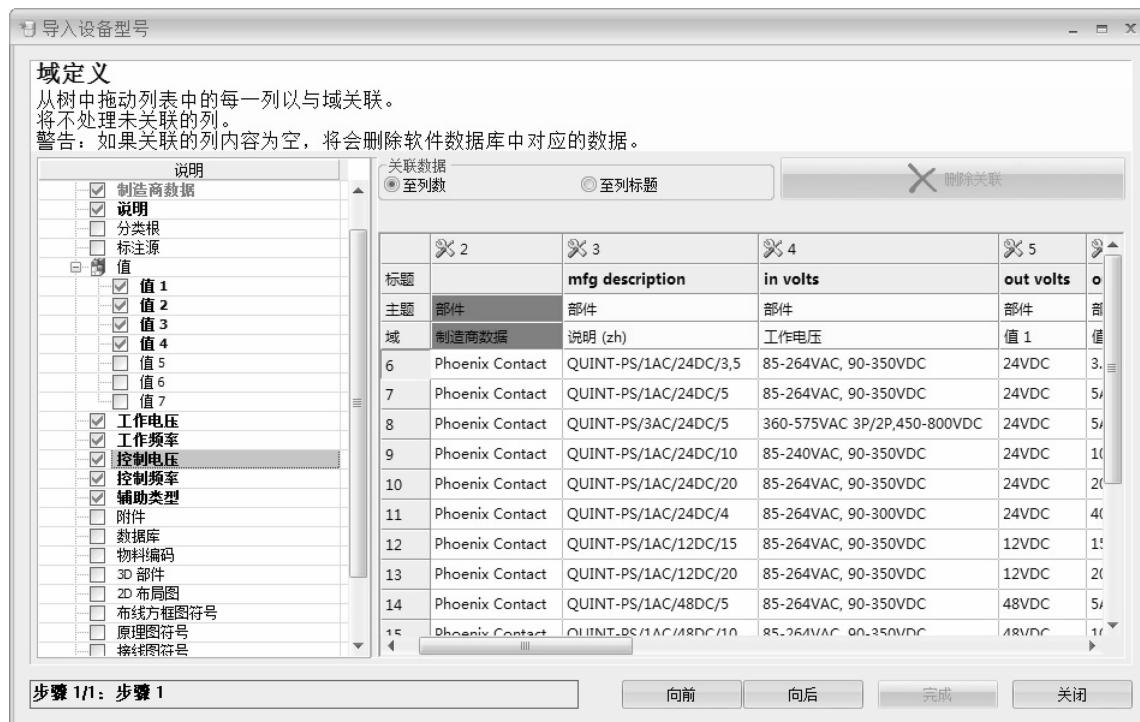

图 5-2 域定义
**步骤6 域定义** 从左侧对话框中拖曳部件相应的域到右侧面板的标题栏下，如图 5-2 所示，单击【向后】。